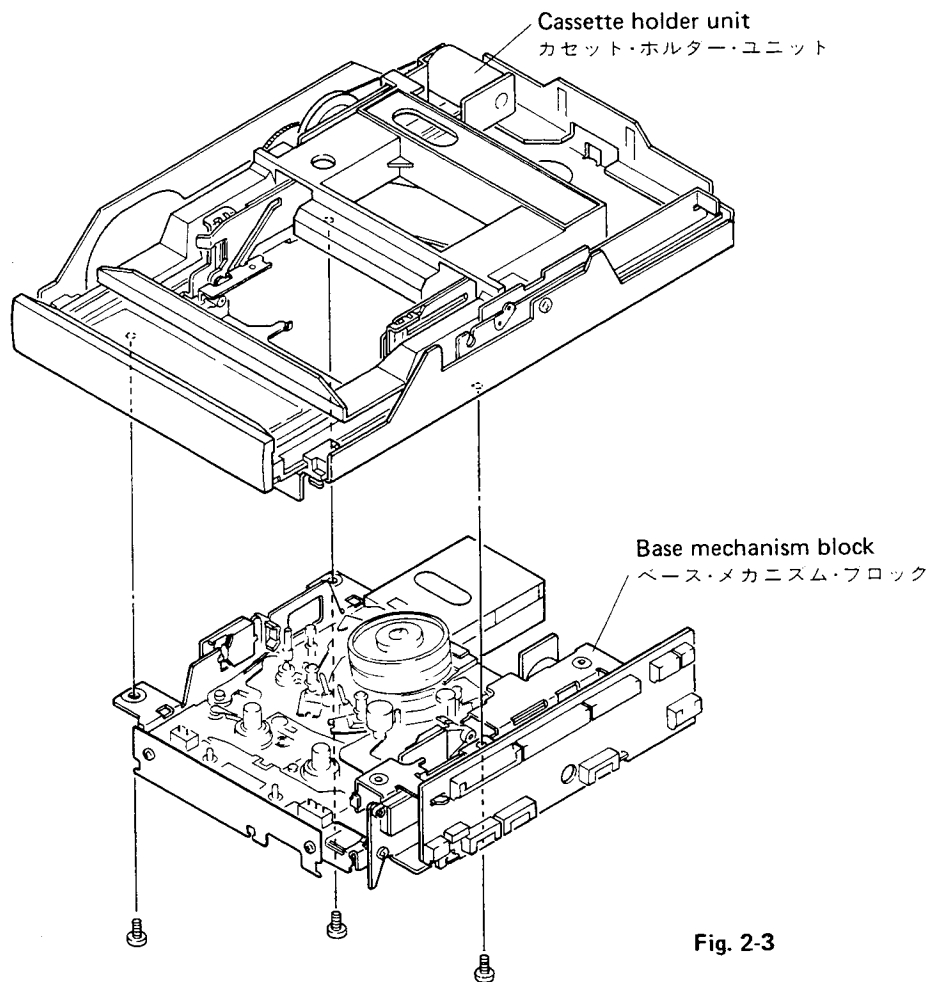

Fig. 2-3
2-3-2. Disassembly of the main block (Fig. 2-3)
2-3-2. メインブロックの分解 (図2-3)
2. Remove the three screws shown in Fig. 2-3, then separate the cassette holder unit from the base mechanism block.
2. 図2-3のネジ3本を外し, カセット・ホルダー・ユニットとベース・メカニズム・ブロックを分離する。